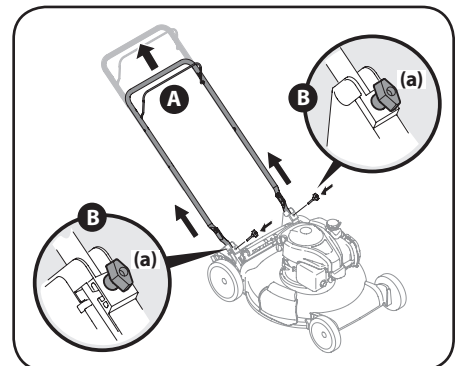

Figure 2-8
- Procédez comme suit pour installer le sac à herbe. Voir la Figure 2-8.